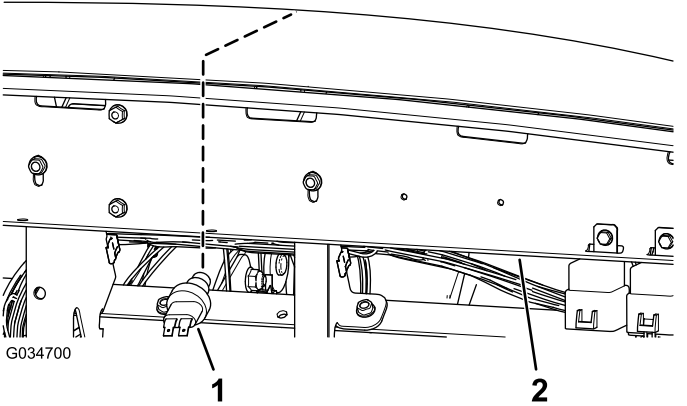

图 5
- 2. 把手伸到仪表板支架下方将喇叭开关装入开口 图 5。
2. 把手伸到仪表板支架下方将喇叭开关装入开口图 5。